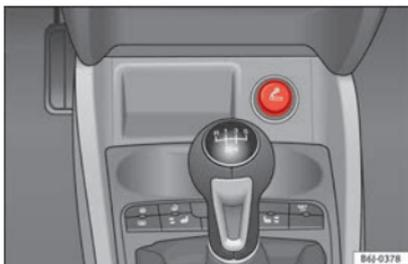

Fig. 113 Allume-cigare.
- Enfoncez le bouton de l'allume-cigare » fig. 113 pour l'activer » ⚠.